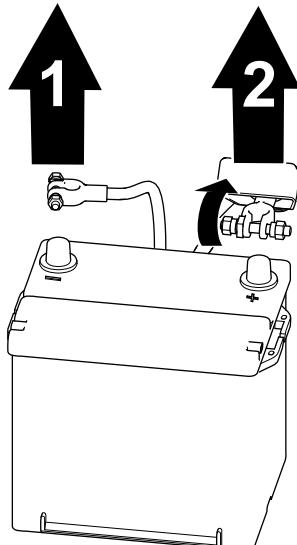

Bild 63
1. Trennen Sie das Minuskabel des Akkus vom Akkupol ab (Bild 63).
2. Heben Sie die Isolierung an und ziehen Sie das Pluskabel des Akkus vom Akkupol ab (Bild 63).